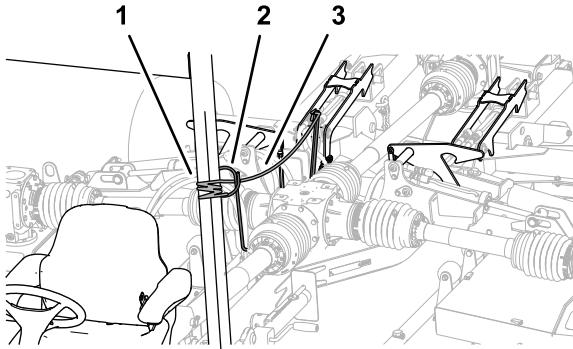

Figura 32
3. Tirate e fissate la fune di bloccaggio del piatto di taglio (Figura 32).